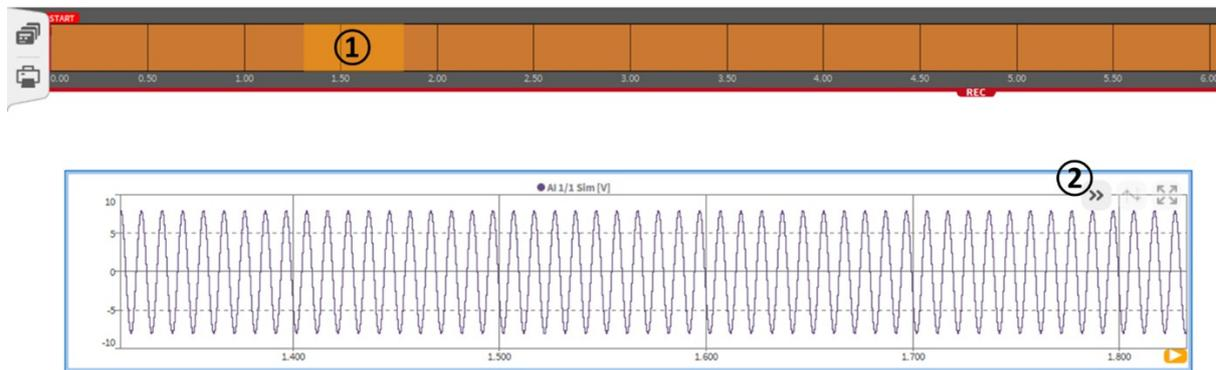

Abb. 8.27: Funktionen von DejaView™
Während einer Aufzeichnung können Daten auch in der Vergangenheit mithilfe der DejaView™ Funktion untersucht werden. Um diese Funktion zu benutzen, klicken oder tippen Sie in den Rekorden und wischen Sie die Daten einfach nach rechts. Die Daten können auch gezoomt werden. Um schnell zur aktuellen Aufzeichnungszeit zu gelangen, klicken Sie auf das graue >> Symbol (siehe ② in Abb. 8.27). Dies ist eines der **mächtigsten** Features der OXYGEN Software.
- Funktionen von DejaView™ (siehe Abb. 8.27) sind folgende:
- ① Zeigt den Abschnitt der Messung, welcher im Rekorder angezeigt wird.
- ② Durch Drücken dieses Buttons springt der Rekorder zur aktuellen Aufzeichnungszeit und zeigt die gerade aufgenommenen Daten. Ein Rechtsklick auf diesen Button zeigt die gesamten Daten seit Aufzeichnungszeit bis zum aktuellen Zeitpunkt.